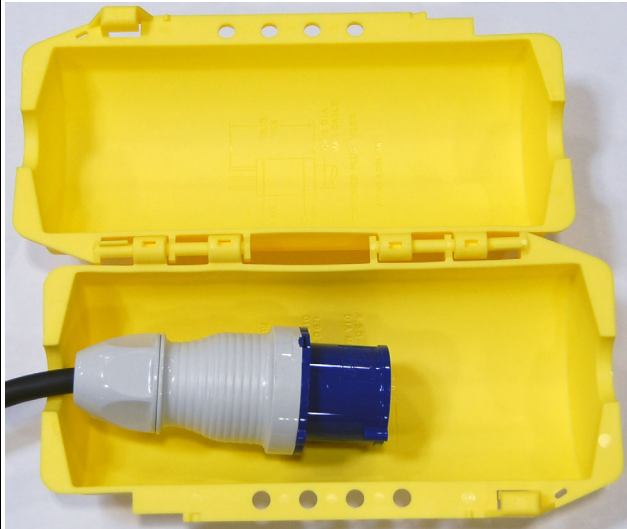

図 2-16: OPEX ロックアウトデバイス
3. 次のように、AC プラグに OPEX ロックアウトデバイスを取り付けます（37 ページの図 2-16 を参照）。